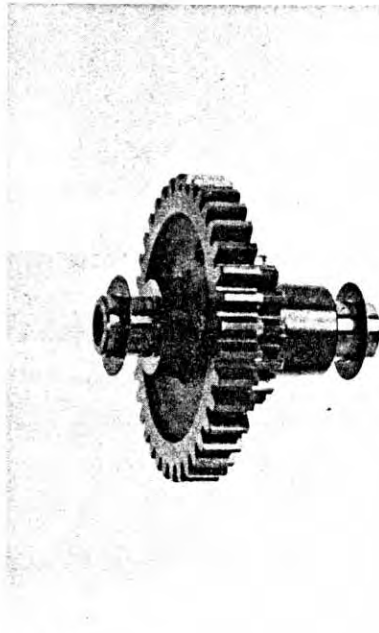

Fig. 119
- l'ingranaggio intermedio (che si trova tra quello del motorino di avviamento e quello della ruota libera) è dotato di due rondelle di spallamento (fig. 119);
- do not forget to install the two thrust washers of the idler gear (which is situated between starting motor and starting clutch gears) (fig. 119);